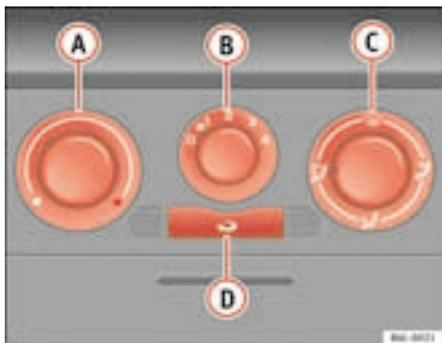

Fig. 89 Sulla plancia portastrumenti: i comandi del riscaldamento
- Ruotare verso sinistra la manopola di regolazione della temperatura ⇒ fig. 89 **A**.
- Ruotare verso destra la manopola di regolazione della temperatura ⇒ fig. 89 **A** portandola sul livello desiderato.
- Ruotare verso destra la manopola di regolazione della temperatura ⇒ fig. 89 **A** portandola sul livello di riscaldamento massimo.
- Chiudere la bocchetta ③.
- Aprire e orientare la bocchetta ④ verso i finestrini laterali
- Girare la manopola della temperatura ⇒ pag. 125, fig. 89 ① portandola nel settore del riscaldamento.
- Ruotare la manopola di regolazione della ventola ② posizionandola sul livello 2 o 3.
- Chiudere le bocchette ③.
- Aprire e orientare le bocchette ④ verso i finestrini laterali.